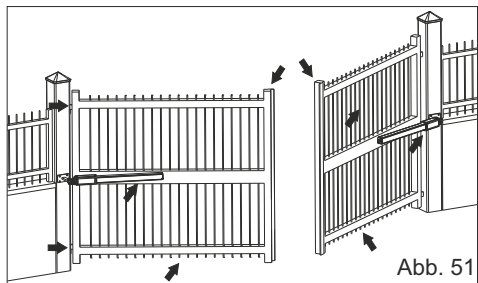

Abb. 51
**GEFAHRENANALYSE:** Die in Abb. 51 mit Pfeilen gekennzeichneten Punkte sind potentiell gefährlich. Der Installateur muss eine gründliche Prüfung der Risiken vornehmen, um Quetschungen, Mitreissen, Schnitte, Verhakungen und Fallen vorzubeugen und um eine für Menschen, Tiere und Dinge sichere Installation zu gewährleisten. Bei Unklarheiten, wenden sie sich bitte an den Gebietshändler oder rufen Sie uns an. Diese Anleitungen sind fester Bestandteil des Antriebs und müssen an einem Ihnen bekannten Ort aufbewahrt werden. Der Installateur muss sich strikt an die Anleitungen halten. Die SEA S.p.A. Produkte dürfen nur für die Automatisierung von Türen, Toren und Flügel benutzt werden. Sämtliche Initiativen die ohne ausdrückliche Genehmigung von Seiten der Fa. SEA ergriffen werden, entledigen SEA jeglicher Verantwortung. Der Installateur muss den Kunden über nicht